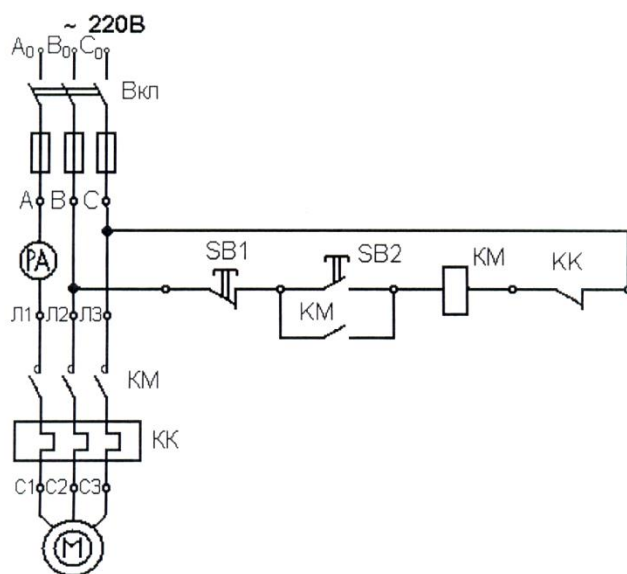

Рисунок 3 – схема включения двигателя
1. Собрать схему электродвигателя (рисунок 3). Предъявить схему для проверки преподавателю.